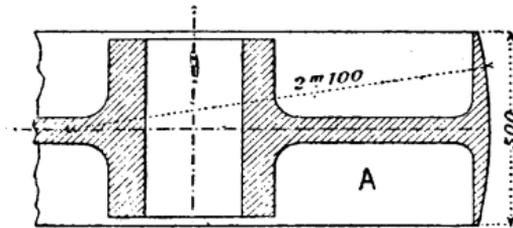

Fig. 527.
**Poulies** (fig. 527). — Organe rotatif de transmission mécanique ayant la forme d'un disque ou couronne reliée à son centre par plusieurs bras.